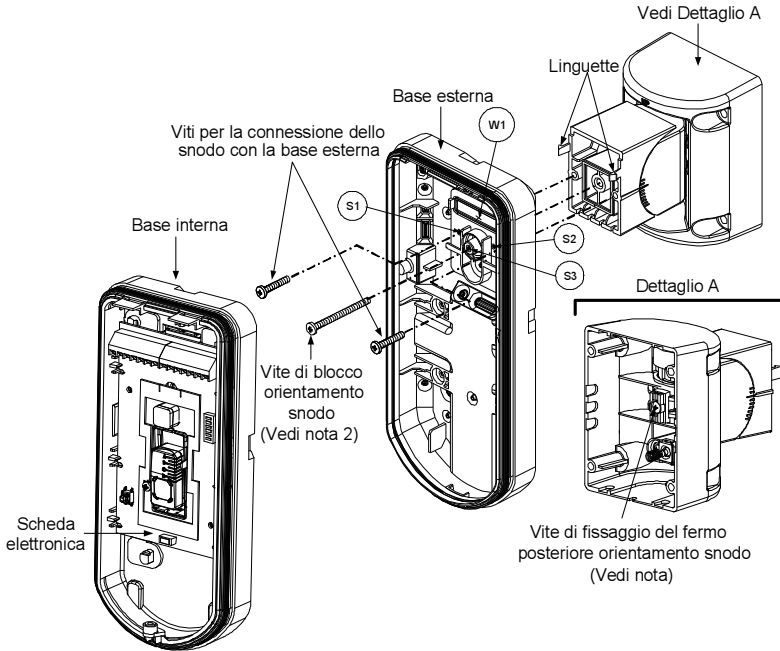

Figura 9
- Unire la base esterna allo snodo utilizzando le apposite linguette ad incastro (Figura 9).
9. Fissare la base esterna allo snodo con due viti tramite le predisposizioni S1 e S2 (Figura 9).
10. Inserire nello snodo standard la vite (fornita) di fissaggio ad angolo facendola passare dalla base esterna attraverso il foro a sfondare S3 (Figura 9).
14. Per regolare lo snodo standard quando viene installata la scheda elettronica (Figura 9):
Quando i punti marcati delle due parti mobili sono allineati (figura 9), lo snodo standard si trova in posizione 0°. Ogni "click" verticale da questa posizione corrisponde ad un incremento / decremento di 5°.